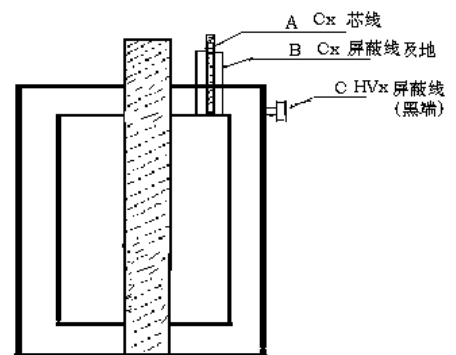

图15 介损油杯接法
- B. 引线见图 15
- D. (C) 接 HVx 屏蔽线 (黑端)
- E. (A) 接 Cx 芯线